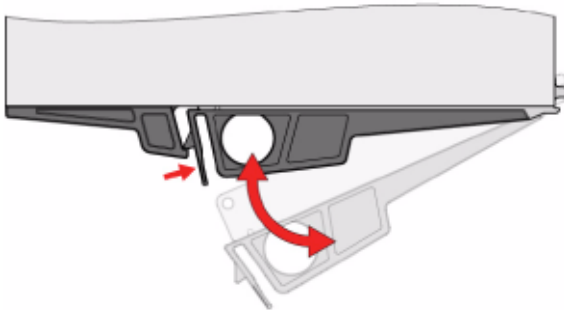

図6-4 モジュールハンドルラッチの解放
3. ラッチをハンドルとして使用し、RAIDコントローラー（図6-4参照）を取り外します。